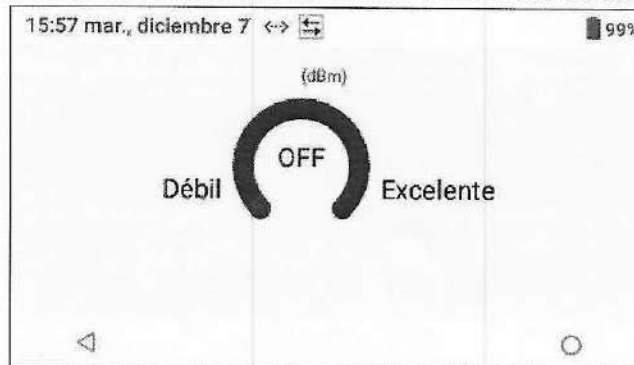

Figura 46: Potencia de la señal de Wi-Fi (Wi-Fi RSSI)
**NOTA:** La intensidad de la señal es RSSI de Wi-Fi. El indicador es una indicación relativa (Figura 46).